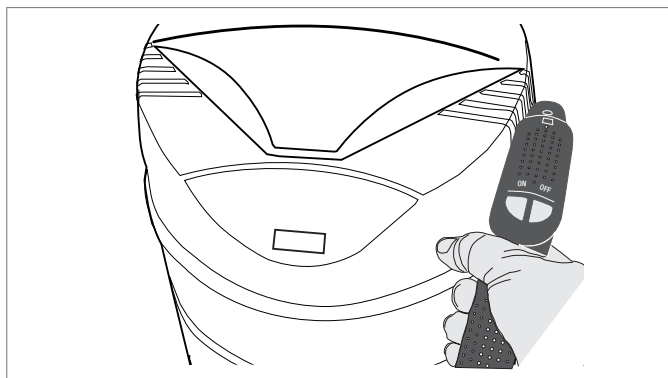

Рис. 6-6 Прижать пульт к корпусу центрального пылесоса
- 1 Пульт как показано на рисунке прижать к корпусу центрального пылесоса (см. рис. 6-6).